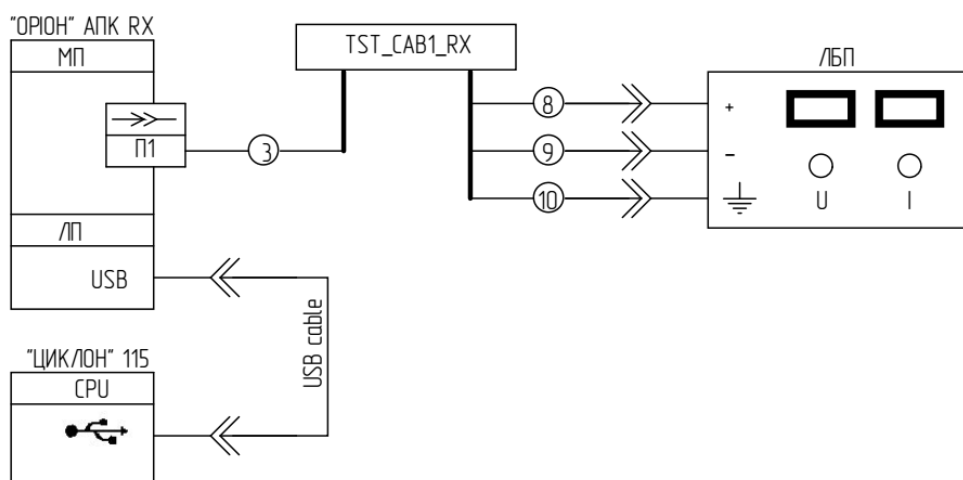

Рисунок 8.7.1 – Подключение «ОПЮН» АПК RX к ПК и «ЦИКЛОН» 115
- 1) Подключить «ОПЮН» АПК RX к «ЦИКЛОН» 115 и ЛБП с помощью тестового кабеля «TST_CAB1_RX» и USB кабеля «USB cable» (см. рисунок 8.7.1);